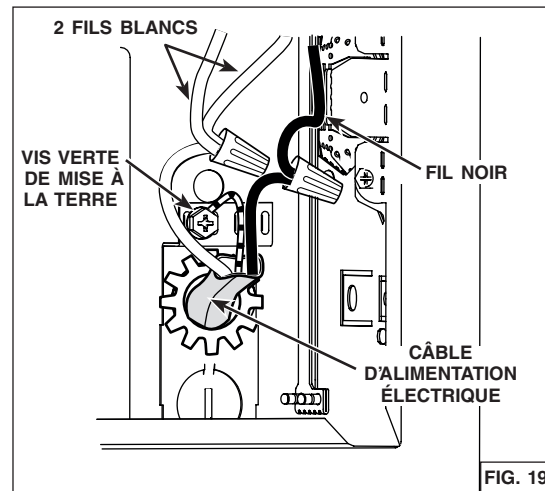

FIG. 19
1. À l'aide de capuchons de connexion appropriés (non inclus), connecter les fils du câble d'alimentation électrique aux fils de la hotte comme suit: le fil NOIR au fil NOIR, le fil BLANC aux deux fils BLANCS et le fil VERT ou dénudé à la vis VERTE de mise à la terre (FIG. 19).